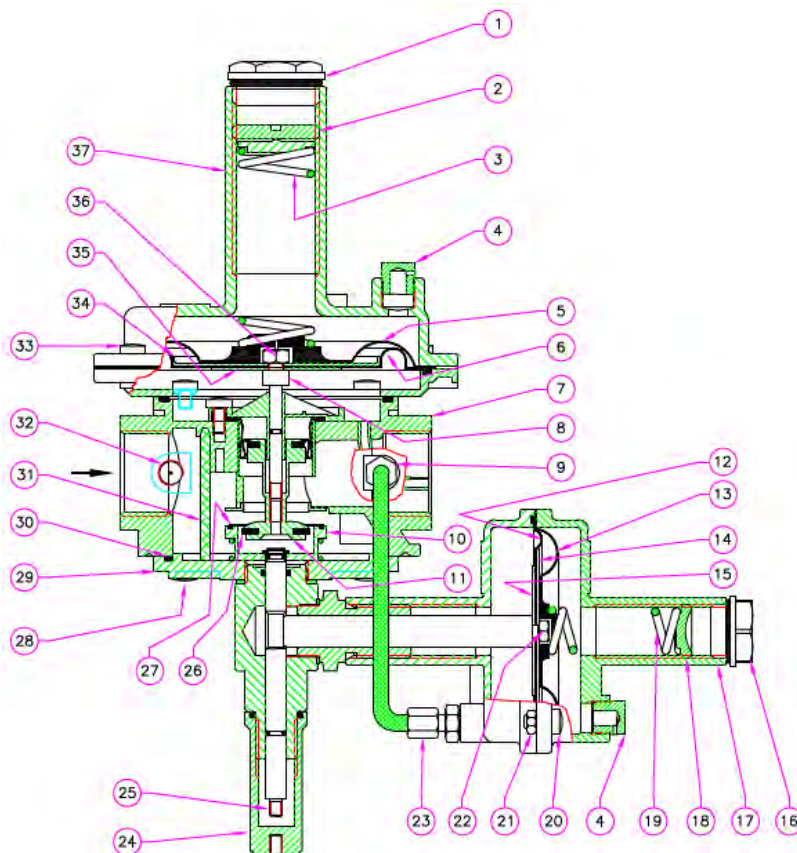

Рис. 1
Регулятор (рис. 1) алюминиевая крышка (1); регулировочный винт выходного давления (2); пружина настройки выходного давления (3); крышка с отверстием (4); защитная мембрана регулятора (5); рабочая мембрана регулятора (6); корпус (7); стержень обтюратора (8); соединительная трубка (9); раструб обтюратора (10); обтюратор (11); рабочая мембрана ПЗК (12); защитная мембрана ПЗК (13); диафрагма верхнего диска (14); нижний диск мембраны ПЗК (15); пластиковая крышка (16); воронка ПЗК (17); регулировочный винт ПЗК (18); пружина настройки ПЗК (19); винт крепления воронки ПЗК (20); гайка М5 (21); блокировка мембраны гайки (22); соединения трубки (23); защитный колпачок рукоятки взвода (24); рукоятка взвода регулятора (25); уплотнительная шайба (26); уплотнительное кольцо (27); нижние крепежные винты (28); нижняя крышка регулятора (29); нижнее уплотнительное кольцо (30); фильтрующий элемент (31); заглушка (32); винты крепления воронки регулятора (33); верхний диск мембраны регулятора (34); нижний диск мембраны регулятора (35); гайка крепления мембраны (36); воронка регулятора (37).